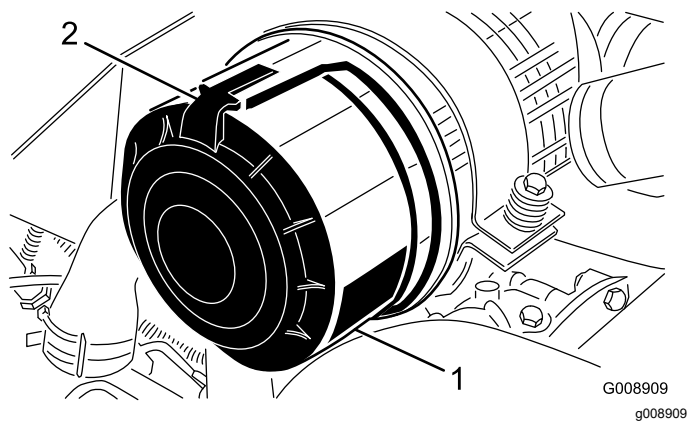

Figura 58
1. Rilasciate i fermi che fissano il coperchio del filtro dell'aria al relativo corpo (Figura 58).